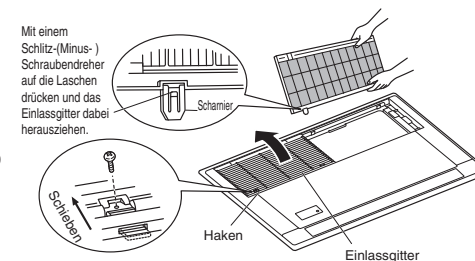

Abb. 7-1
- Die zwei Schrauben entfernen, von denen die zwei Gitter gehalten werden. (Abb. 7-1)
- Die Haken des Einlassgitters (2 Stellen) in Pfeilrichtung schieben, um das Einlassgitter zu öffnen. (Abb. 7-1)
- Bei geöffnetem Einlassgitter mit einem Schlitz-(Minus-) Schraubendreher auf die hinteren Scharnierlaschen (2 Stellen) drücken und das Einlassgitter abnehmen. (Abb. 7-1)